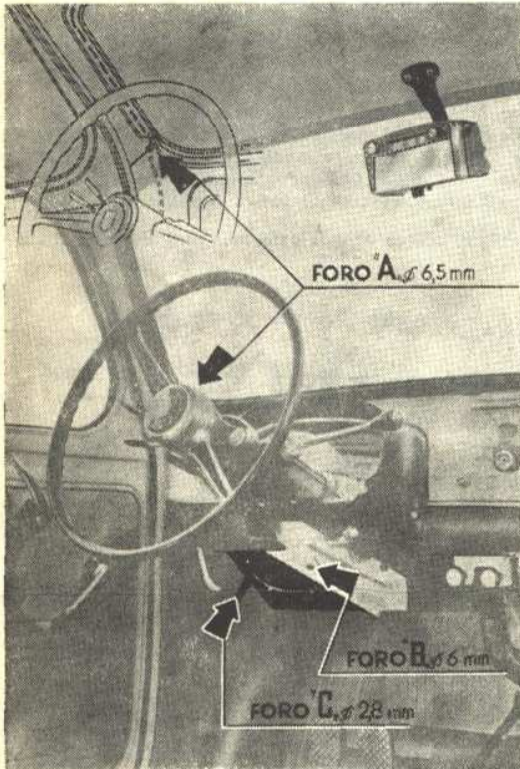
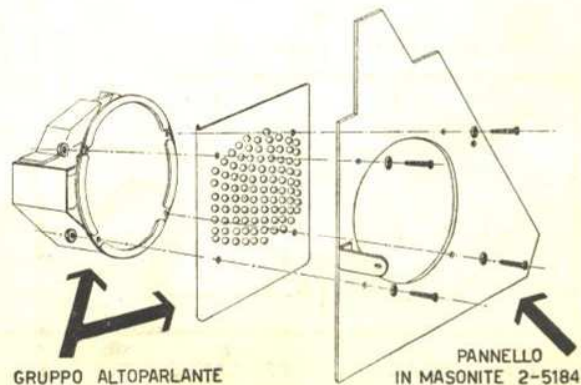

Fig. 1
Fig. 3
2) INSTALLAZIONE DEL GRUPPO SINTONIA (fig. 1 e 2)
I collegamenti elettrici vanno completati installando il cavetto schermato quadripolare 4-5222/1 destinato a collegare il gruppo sintonia al gruppo altoparlante, facendolo passare lungo la cornice del parabrezza sotto la guarnizione in gomma, secondo il percorso illustrato nella fig. 1. Nella stessa figura è indicata la posizione del foro da 6,5 da eseguire nel punto di unione del montante sinistro con la parte superiore della plancia, necessario per consentire il passaggio del cavetto sotto il cruscotto.
3) INSTALLAZIONE DEL GRUPPO ALTOPARLANTE (fig. 1 e 3)
Il gruppo altoparlante AI736, completato con il pannello in masonite come indicato dalla fig. 3, viene installato a sinistra del posto di guida, sotto il cruscotto nella posizione indicata nella fig. 1. Il lato sinistro, provvisto di staffetta, va fissato al pannello in masonite della vettura, mentre il lato destro va serrato al puntone di sostegno del cruscotto dopo aver praticati i fori C) e B) come in fig. 1.